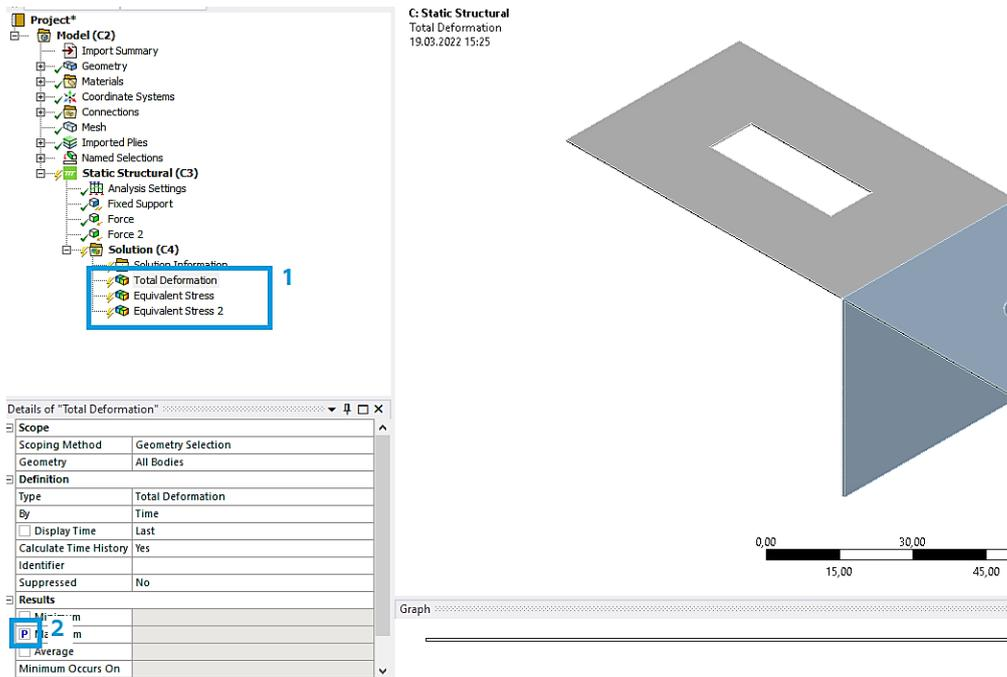

Рис. 30. Включение параметра
– поочередно переходим в *Total Deformation* и оба параметра *Equivalent Stress* (1) и нажимаем на ячейку параметра напротив максимального значения (2) (рис. 30).